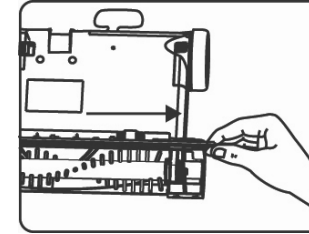

Fig. 16
11. Para reemplazar la escobilla de goma, siga las instrucciones anteriores para quitar los engranajes y remueva la escobilla de goma deslizándola de izquierda a derecha. (Fig. 16)